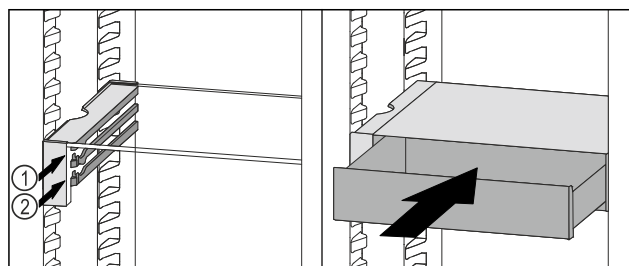

Fig. 246
- Sæt VarioSafe-skuffen ind bag stoppene på den ønskede ribbe Fig. 246 (1) eller Fig. 246 (2).